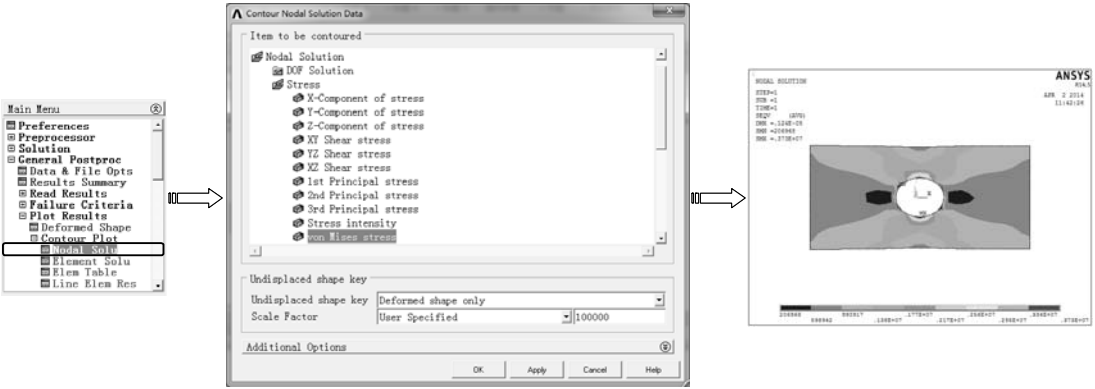

图 5-13 显示应力等值线图
(1) 图形显示节点结果 选择“Main Menu>General Postproc>Plot Results>Contour Plot>Nodal Solu”命令，弹出“Contour Nodal Solution Data”对话框，选中“von Mises stress”选项，单击“OK”按钮显示应力云图，如图5-13所示。